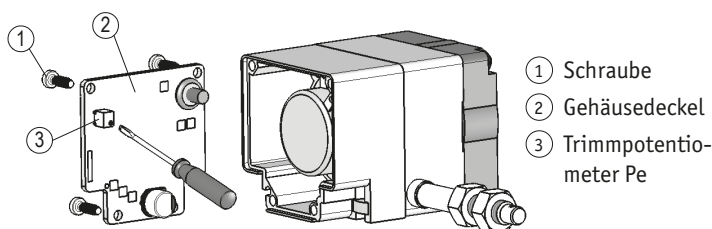

Abb. 8: Einstellen Trimpotentiometer MWU
Einstellen des Messwandlers (Abb. 8)
Mit dem Trimpotentiometer Pe ③ (siehe Abb. 8) kann dieser Werte an die tatsächliche Endstellung der Anwendung angepasst werden.
1. Schrauben ① lösen und Gehäusedeckel ② öffnen.
2. Trimpotentiometer Pe ③ einstellen.